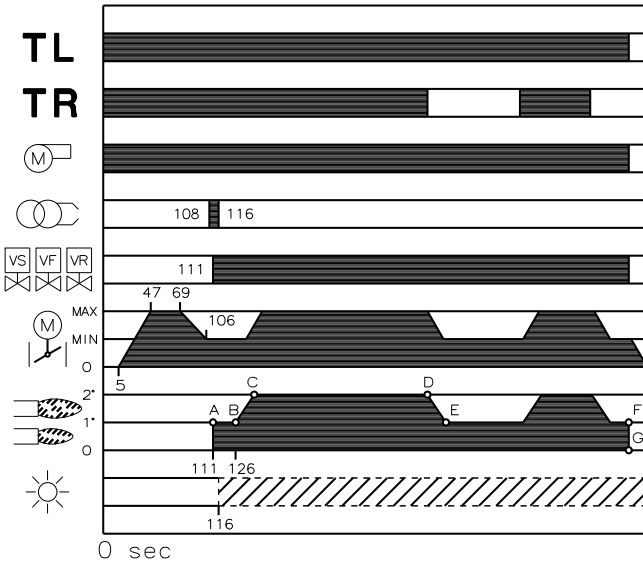
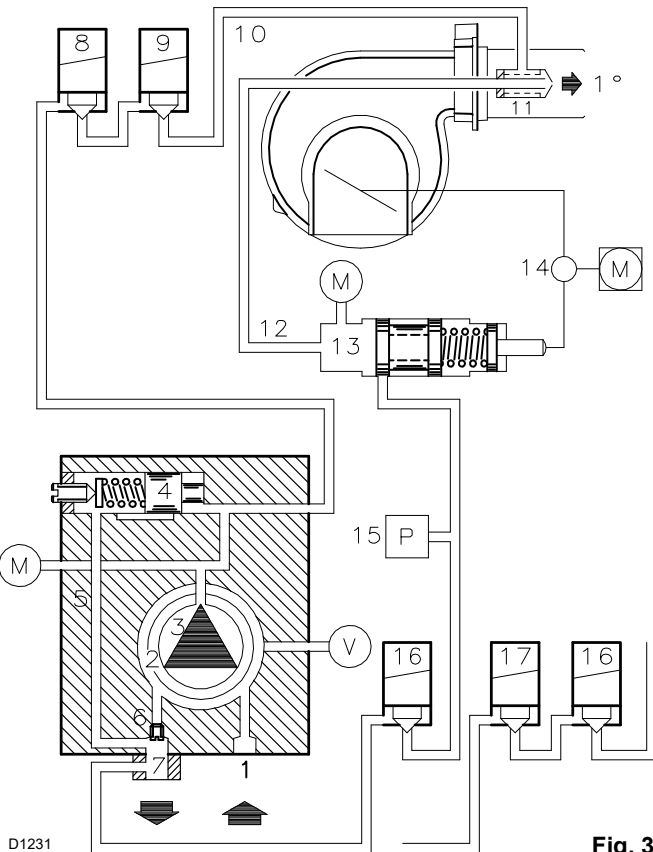

Fig. 31
Fig. 32
8.2.1 Démarrage brûleur(Fig. 31) - (Fig. 32)
8.2.2 Fonctionnement de régime (Fig. 31)